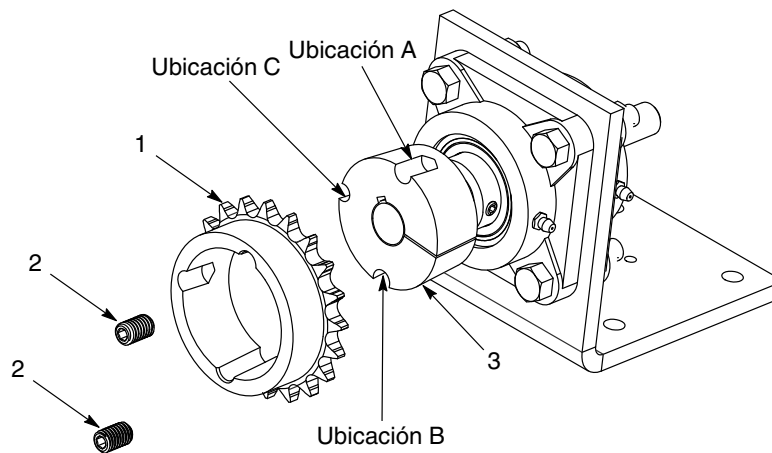

Figura 17 Sustitución de piñón
3. Ver la figura 17. Utilizando una llave Allen, extraer los dos juegos de tornillos (2) de la ubicación A y B del cojinete (3).